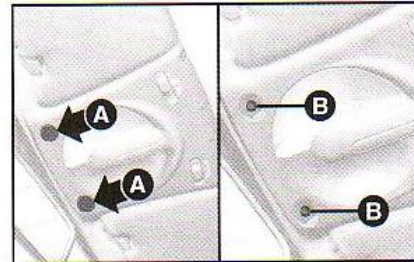

fig. 41
### LUZ INTERNA DIANTEIRA - fig. 41
1) Retirar os tampões de plástico **A**-fig. 41.